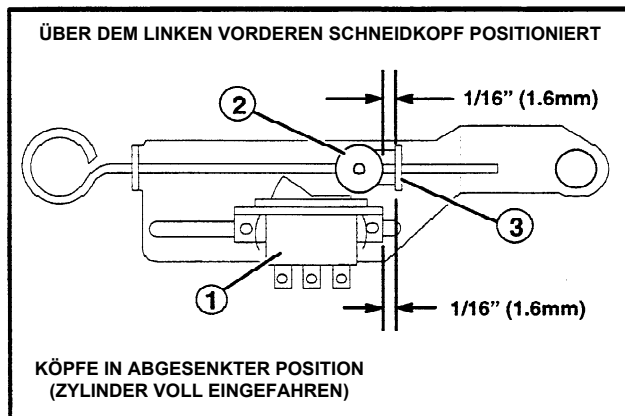

Abbildung 23
Das Timing für Heben und Senken des Schneidkopfes wird durch die Ablaufsteuerung und Schließer-Grenzschalter gesteuert. Der Ablaufsteuerschalter, der sich über dem linken, vorderen Schneidkopf befindet, (Siehe Abb. 23) ermöglicht dem Hydrauliköl zum hinteren Hubzylinder zu fließen. Dieses stellt das richtige Timing für das Heben und Senken zwischen den vorderen Köpfen und dem hinteren Kopf ein. Die Grenzschalter, die sich über dem hinteren Schneidkopf befinden, (Siehe Abb. 23) schalten den Ölfluß ab, wenn der hintere Zylinder voll aus- oder eingefahren ist.
1. Bei abgesenkten Schneidköpfen und voll eingefahrenen Zylindern, ist die Abmessung von  $1/16''$  (1,6 mm) zwischen dem Nocken und der Öse und dieselbe Abmessung zwischen dem Schalterträger und der Öse (Siehe Abb. 23). zu prüfen.